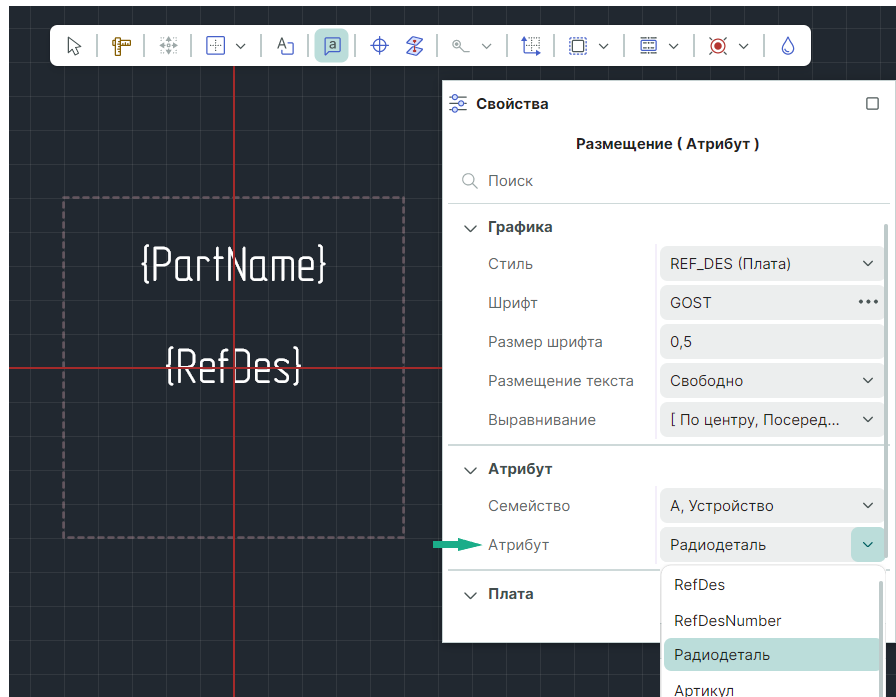

Рис. 111 Выбор атрибута семейства при размещении
- Выберите необходимые параметры атрибута на панели «Свойства», см. Рис. 111.